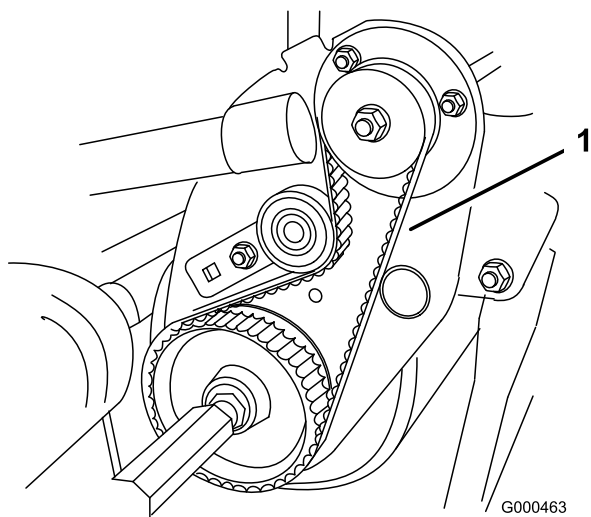

Figura 41
2. Compruebe la tensión presionando la correa (Figura 41) en el punto intermedio entre las poleas con una fuerza de $2 \pm 0,5$ kg. La correa debe desviarse 6 mm. Si la desviación no es la correcta, continúe con el paso siguiente.